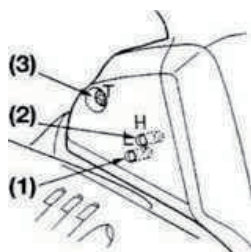

Рис.8
1. Якщо двигун зупиняється на холостих обертах, то необхідно закручувати гвинт "Т" (3 - рис.8) за годинниковою стрілкою, поки ланцюг не почне рухатися.